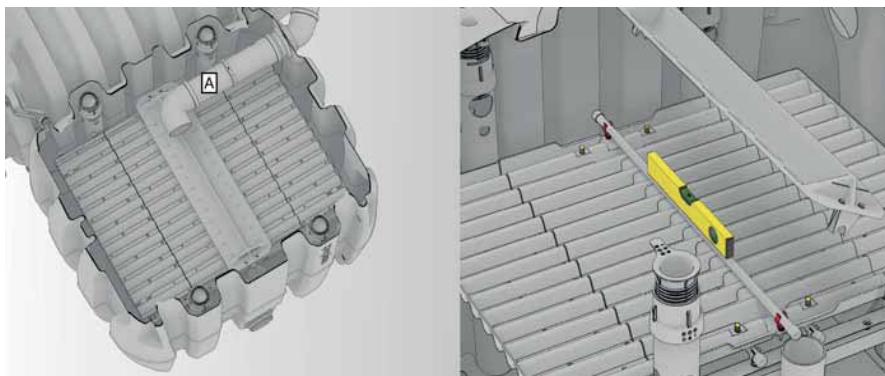

Fig. 41: Contrôler l'alignement de l'auget basculant et la planéité de son axe de support avec un niveau à bulles
1. Contrôler que le système de répartition est correctement aligné par rapport à la conduite de trop-plein (A).
- L'axe médian de l'auget basculant doit se trouver aligné sur la conduite de trop-plein (A).
- Si nécessaire, ajuster la position de la conduite de trop-plein (A).
3. Poser un niveau à bulle dans le sens transversal sur l'axe de support de l'auget basculant (voir Fig. 41).